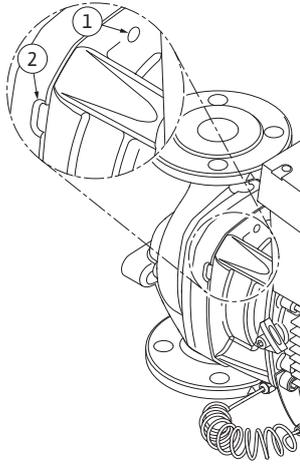

Fig. 53: Orifícios roscados e ranhuras para afastar o conjunto de encaixe do corpo da bomba
13. Afastar o conjunto de encaixe (ver Fig. 13) do corpo da bomba. Para o efeito, recomenda-se a utilização de dois orifícios roscados (Fig. 53, pos. 1), sobretudo para soltar o alojamento. Para soltar o alojamento, introduzir parafusos adequados nos orifícios roscados. Se o conjunto de encaixe se mover com facilidade, podem ser utilizadas adicionalmente ranhuras (Fig. 53, pos. 2) entre o corpo da bomba e a lanterna para o afastamento (para isso, colocar, p. ex., duas chaves de fendas e utilizá-las como alavanca). Após um curso de afastamento de cerca de 15 mm, o conjunto de encaixe já não é conduzido no corpo da bomba.